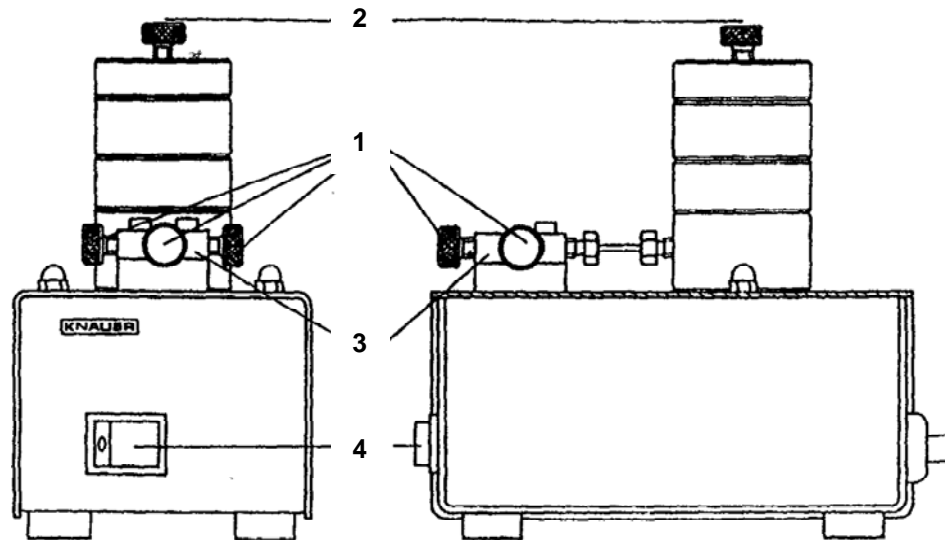

Abb. 1 Generelle Ansicht der KNAUER dynamischen Mischkammer
Das Gerät setzt sich aus dem im Edelstahlgehäuse befindlichen leistungsfähigen Rührmotor, der Mischkammer selbst und dem Kreuzstück zusammen (Abb. 1).
2. Verbinden Sie den Auslass der Mischkammer (2, Abb. 1) in der oben beschriebenen Weise mit dem Injektionsventil.